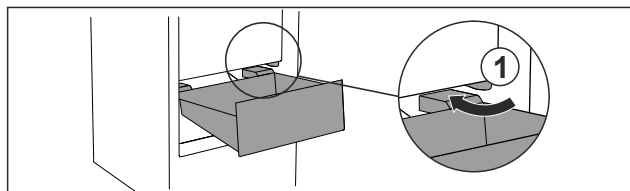

Fig. 98
- Introducir el cajón inclinado rodeando los topes Fig. 98 (1).